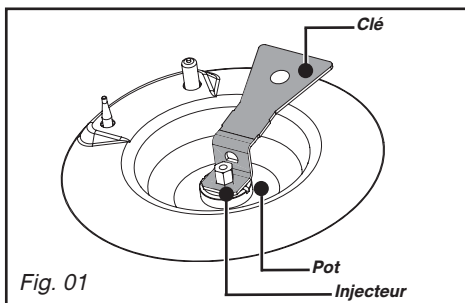

Fig. 01
– Dévissez à l'aide de la clé fournie les injecteurs situés dans le fond de chaque pot et ôtez-les (Fig. 01).